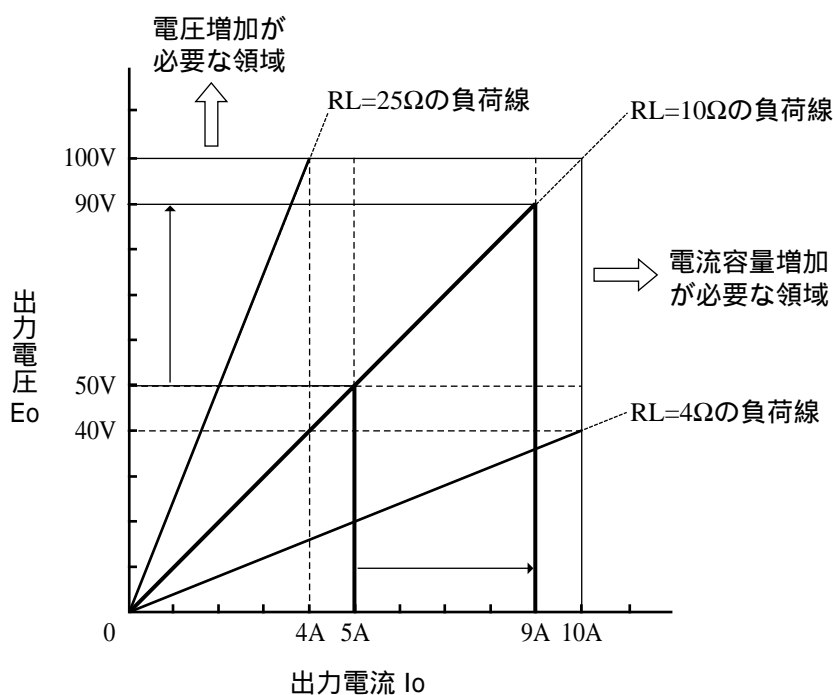

図 2-7 定電圧動作と定電流動作
電源の出力端子に 10 Ω の抵抗負荷を接続し、出力電流制限を 5A に設定します。この状態で出力電圧を 0V から徐々に上げていきます。このとき、本機は定電圧 (CV) モードで動作しています。出力電圧の増加に伴い出力電流も増加していき、出力電圧が 50V になった時 (つまり、出力電流が 5A になった時) 出力電圧を上げようとしても 50 V 以上には上がりなくなります。これは、最初に設定した 5A で出力電流が制限され、本機が定電流 (CC) 動作モードに切り換わるためです。このように、本機は定電圧動作から定電流動作に自動的に移行して負荷に過電流が流れるのを防ぎます。(この動作モードが切り換わる点をクロスオーバーポイントといいます。) もし、この状態で電流制限値を上げれば、元の定電圧動作に戻り出力電圧を上げることができます。図 2-7 において 5A から 9A に電流制限値を上げると、電圧は 90V まで出力可能となります。